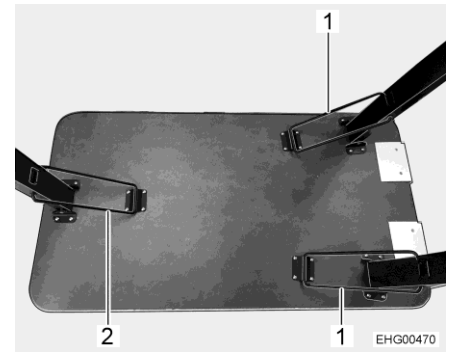

Fig. 8 Table (pieds de table dépliés)
- Bloquer le pied de table avec un étrier (Fig. 8,2).
- Bloquer chacun des 3 pieds de table avec un étrier (Fig. 8,1 et Fig. 8,2).